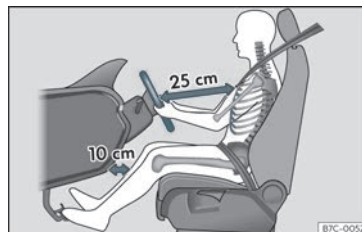

Fig. 2 La separació correcta entre el conductor i el volant ha de ser de 25 cm com a mínim (10 polzades).
- Ajusteu el volant de manera que quedi a una distància, d'almenys, 25 cm (10 polzades) de l'estern »» **fig. 2** i el pugueu subjectar amb les dues mans pels costats, per la part exterior, amb els braços lleugerament flexionats.
- Ajusteu longitudinalment el seient de manera que pugueu trepitjar a fons els pedals amb els genolls lleugerament flexionats i que quedi una distància entre la zona dels genolls i el tauler d'instruments d'almenys 10 cm (4 polzades) »» **fig. 2**.